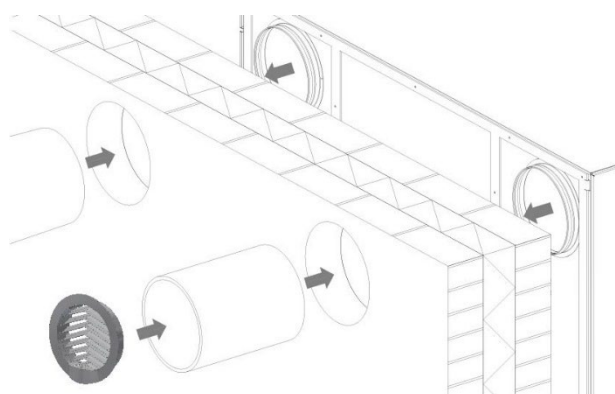

Abbildung 27: Kanalrohre und Gitter – allgemeiner Überblick
3. Stellen Sie die Füße so ein, dass das Gerät waagrecht steht, siehe Abbildung 27 unten.